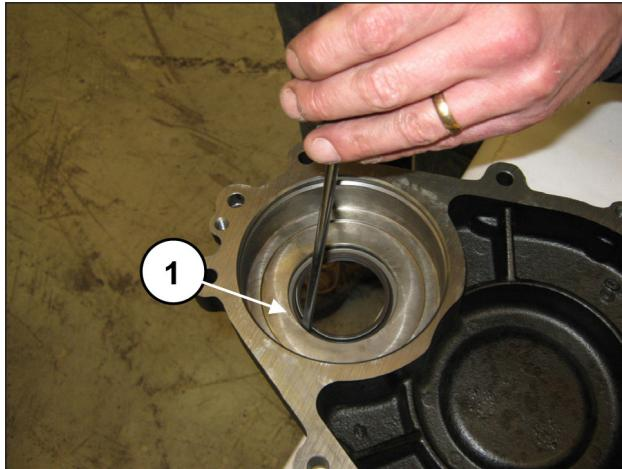

Fig. 11
Dégager le joint à lèvre ou bague d'étanchéité du couvercle du réducteur en agissant par l'intérieur du couvercle (rep. ①, Fig. 11).